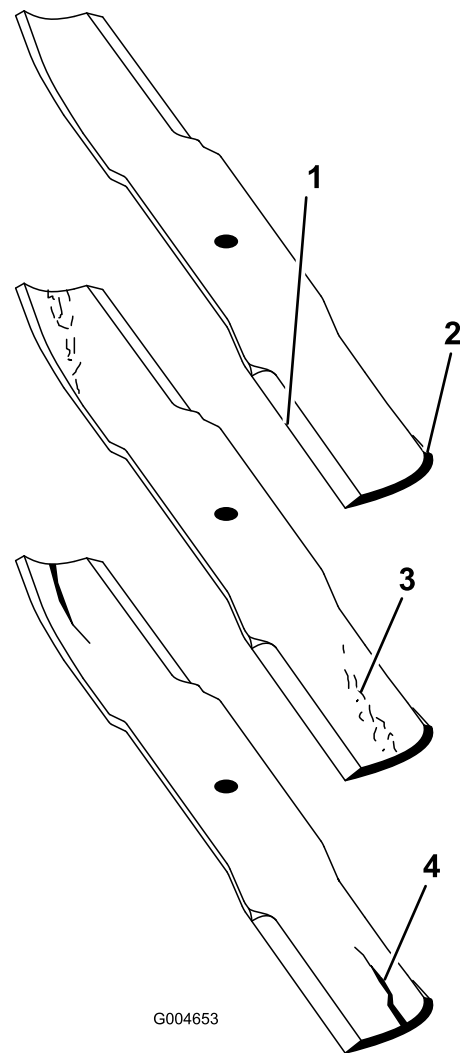

Bild 118
2. Prüfen Sie die Schnittkanten des Messers sorgfältig, insbesondere dort, wo die geraden Flächen die gebogenen berühren (Bild 118).
Hinweis: Da Sand und anderes reibendes Material das Metall abschleifen kann, das die flachen mit den gebogenen Teilen verbindet, müssen Sie das Messer vor jedem Einsatz des Rasenmähers prüfen. Wenn Sie Abnutzungen feststellen (Bild 118), sollten Sie das Messer auswechseln.